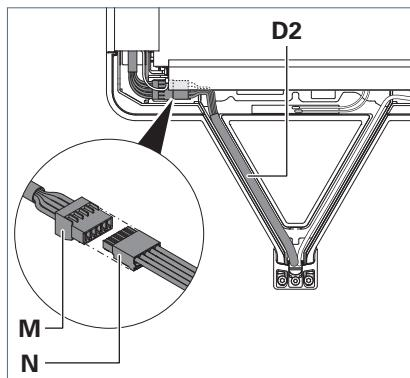

Fig. 7: Brancher le câble d'alimentation.
- ▶ Retirez le connecteur mâle **M** du compartiment situé sous le corps de refroidissement, voir Fig. 7.